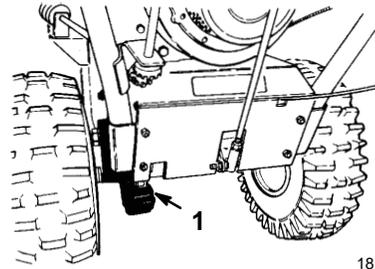

Abbildung 21
2. Das Kabel von der Zündkerze abziehen und darauf achten, daß es die Kerze nicht versehentlich berühren kann. Die Antriebskette mit Kettenöl schmieren (Abb. 21).